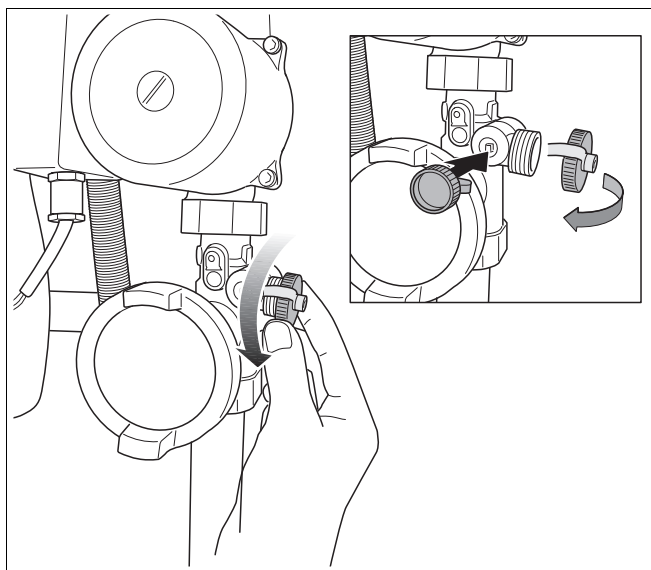

Fig. 63 Aftagning af dækslet til påfyldnings- og tømningshanen
- Skru lukkekappen af (fig. 63).